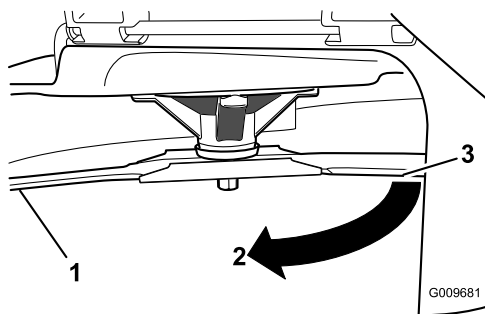

Figura 45
- Distanza misurata tra la lama e la superficie (A)
- Ruotate la stessa lama di 180 gradi in modo che il tagliente opposto si trovi ora nella stessa posizione (Figura 45).